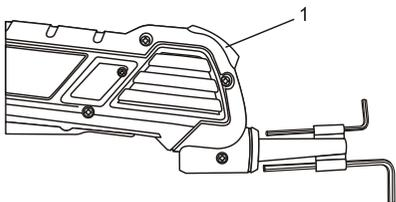

Рис. 7
**Примечание:** При наличии достаточного тока в электросети, используемой для работы оборудования, произойдет срабатывание индикатора подачи электроэнергии (1), расположенного с тыльной стороны корпуса инструмента (рис. 7).